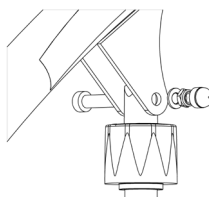

Fig. 1.6D
3. Monte a biela dos atuadores no braço de elevação. Utilize a chave Allen e a chave inglesa para apertar o parafuso/porca. (Fig. 1.6D). Coloque a tampa na porca.